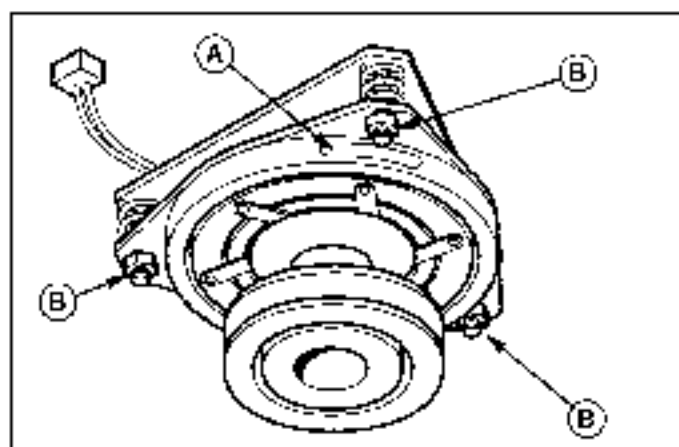

Figura 21. Ajuste de embrague del PTO
2. Tome nota de la posición de las 3 ventanas de ajuste (A, Figura 21) en el lado del disco portafreno y las tuercas mecánicas de ajuste (B)